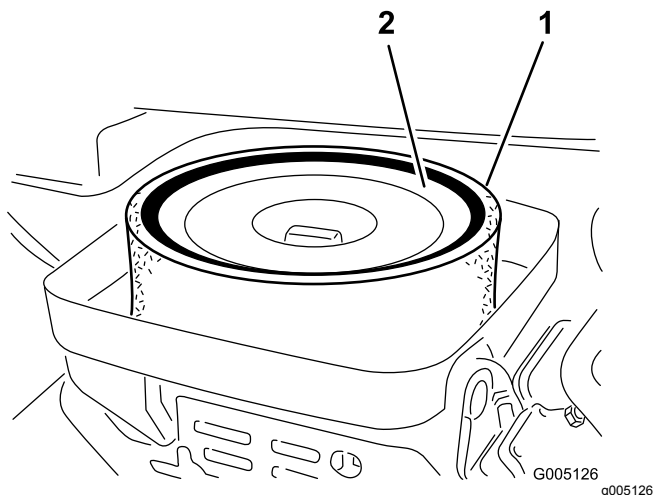

Figura 36
3. Retire la tuerca de orejeta que sujeta los elementos a la carcasa del limpiador de aire (Figura 36).
4. Si el elemento de espuma está sucio, sepárelo del elemento de papel (Figura 36). Límpielo a fondo, de la manera siguiente: